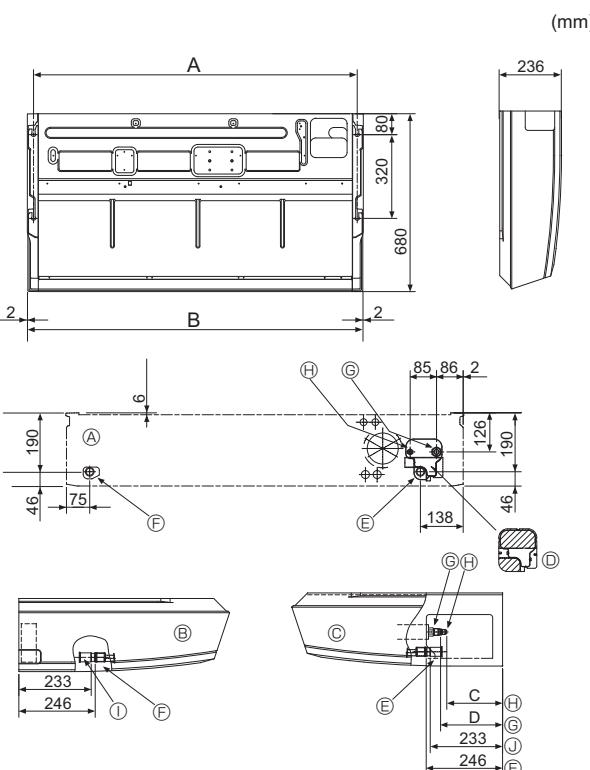

Fig. 3-2
① Ροδέλα	4 τμχ.
② Κάλυμμα σωλήνα	1 τμχ. Μεγάλου μεγέθους (Για σωλήνωση αερίου)
③ Κάλυμμα σωλήνα	1 τμχ. Μικρού μεγέθους (Για σωλήνωση υγρού)
④ Ταινία	4 τμχ.
⑤ Ακροσύνδεσμος	1 τμχ. Μαρκαρισμένος με την ένδειξη "UNIT"
⑥ Κάλυμμα ακροσυνδέσμου	1 τμχ.
⑦ Κάλυμμα σωλήνα αποστράγγισης	1 τμχ.
⑧ Παξιμάδι ρακόρτηριο	1 τμχ. Ø6,35 (RP60 μόνο)
3.2. Προπαρασκευή για την εγκατάσταση (Fig. 3-2)